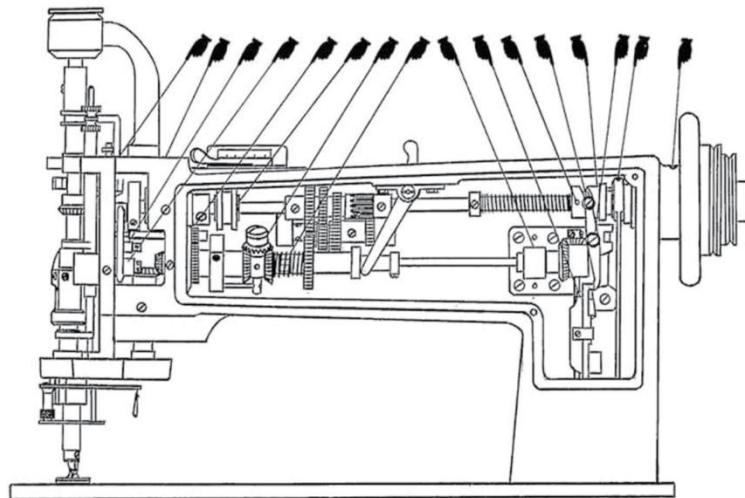
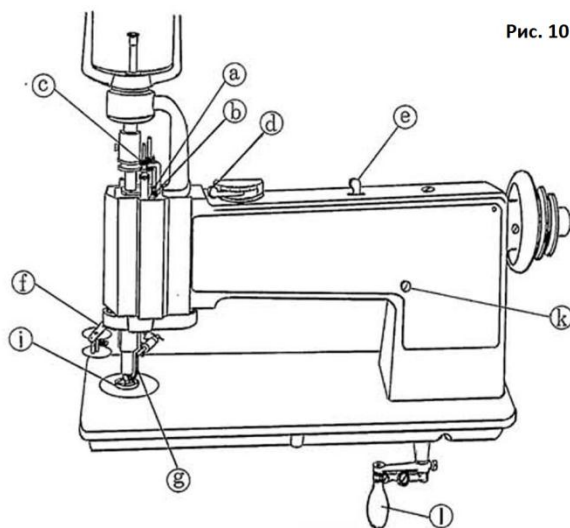

Рис. 2
Рис. 10
На рис. 2 изображена машина, крышка которой снята для смазки ее механизмов. Для снятия крышки необходимо ослабить барашковый винт, изображенный на рис. 10. При регулярном использовании машины, необходимо смазывать ее по крайней мере один раз в день.
12. Регулировка длины стежка (рис. 10)
Длина стежка регулируется с помощью винта «a» (см. рис. 10). Для увеличения длины стежка ослабьте поворотную рукоятку «b» и вращайте винт «a» влево и по направлению вверх, затем затяните поворотную рукоятку «b».
Величина давления на игловодитель регулируется с помощью барашкового винта «с» (см. рис. 10) в верхней части швейной головки. Для усиления давления вращайте этот винт вправо и по направлению вниз, а для ослабления давления вращайте винт влево и по направлению вверх.
16. Регулировка количества завитков в стежке (рис. 10)
Количество завитков регулируется с помощью рычага «d» (см. рис. 10), расположенного сверху швейной головки. При нулевом значении зубчатые колеса не контактируют друг с другом, и машина выполняет стандартный цепной стежок, ленточный стежок или вышивку со шнуром.
17. Регулировка натяжения завитков (рис. 10)
Лучший вид завитого стежка обеспечивается, когда держатель катушки «f» (см. рис. 10) расположен слева, а рукоятка 1 направлена вперед.
Для этого поверните рукоятку 1 по направлению к себе и удерживайте ее коленом так, чтобы она не вращалась вокруг своей оси, затем поверните рычаг переключения «e» (см. рис. 10) вправо и переместите держатель катушки «f» на место, описанное выше.
Дополнительные регулировки можно выполнять с помощью регулировочного барашкового винта 16 держателя катушки (см. рис. 7) и направителя «g» (см. рис. 10).
Затем отрегулируйте значение установочного рычага «d» (см. рис. 10), равное «1».
Таким образом, петлитель будет установлен в противоположном направлении, что требуется для выполнения цепного стежка, т.е. канавка петлителя будет находиться спереди иглы, в то время как рукоятка 1 (см. рис. 10) направлена вперед. Замените прижимную лапку «i» на зубчатую лапку.